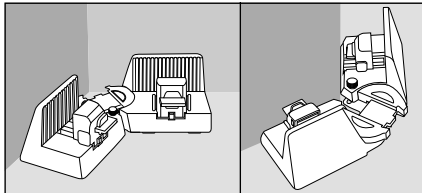

Fig. 4
- ◆ Așezați produsul într-un colț sau după colț pentru a măsura un unghi interior sau exterior. Brațele mobile 1 trebuie să fie orizontale față de perete (a se vedea fig. 4).